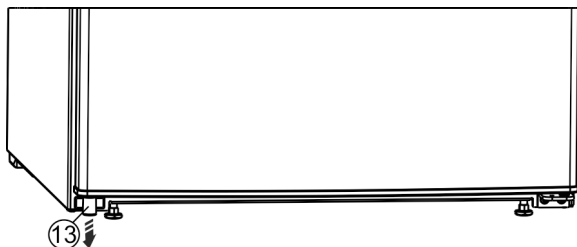

Fig. 14 *
- ▶ Дістаньте з дверцят розпірку Fig. 14 (13) внизу зліва.*